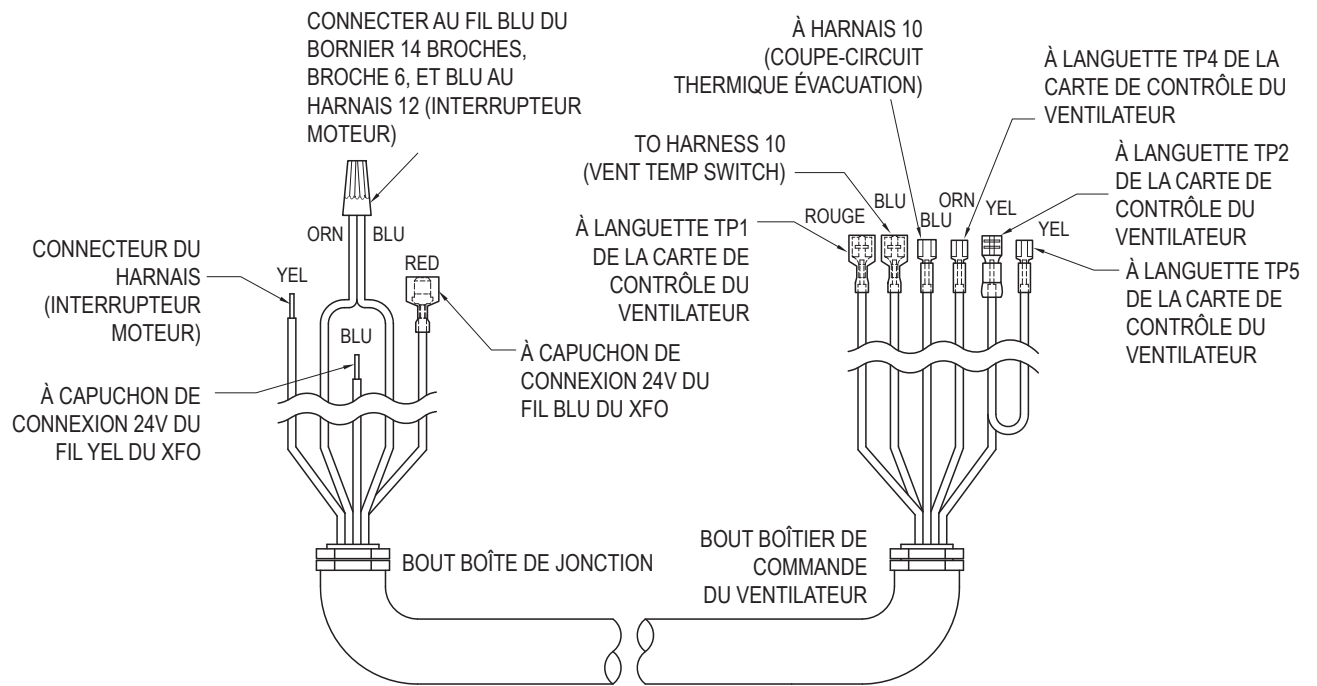

Figure 20. Harnais 9, modèles 2100 à 4001
10. Connectez les fils du HARNAIS 9 dans la boîte de jonction, voir **Figure 20**. Pour le moment, laissez déconnecté le fil devant être connecté au HARNAIS 12.
12. Connectez les fils du HARNAIS 9 dans la boîte de jonction, voir **Figure 20**.
14. Connectez les fils du HARNAIS 9 au module de commande du ventilateur, voir **Figure 20**. Pour le moment, laissez déconnecté les fils RED et BLU devant être connecté au HARNAIS 10.
21. Connectez les fils du HARNAIS 9 aux fils de même couleur du HARNAIS 9, à l'intérieur de la boîte de jonction, voir **Figure 20**.